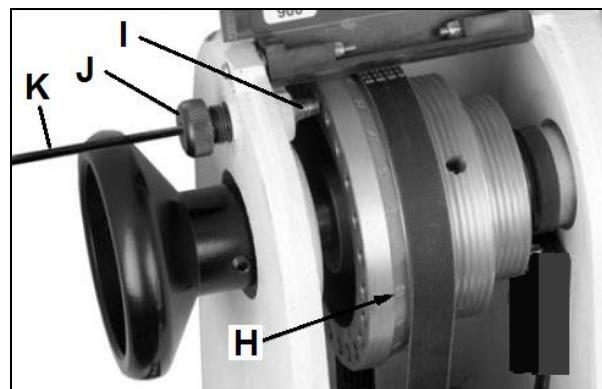

Fig 30
Die Teilung lässt sich durch Nummern an der Riemscheibe (H, Fig 30) leicht zuordnen.
Schrauben Sie dazu den Indexierstift (J, Fig 30) in den Spindelstock. Bis er in einem der Löcher (I) gut festsitzt.